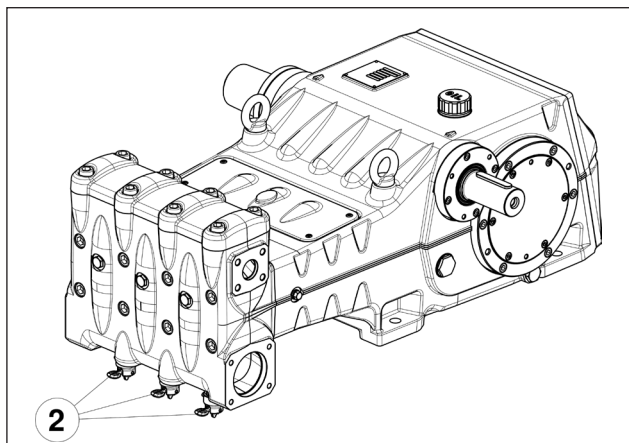
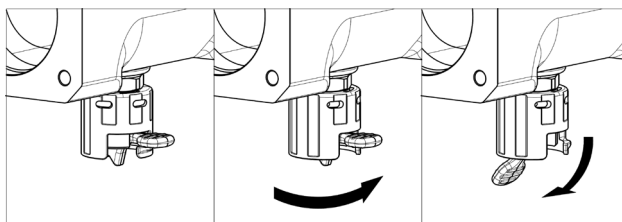

Fig. 9
Fig. 10
En caso de almacenamiento prolongado o inactividad durante un largo periodo, controlar el buen funcionamiento de las válvulas de aspiración abriendo los tres dispositivos alza válvulas (ver pos. ② Fig. 9). Comprobar que las válvulas estén cerradas antes de poner en marcha la bomba. Ver las posiciones de "trabajo" y de "reposo" en la Fig. 10.